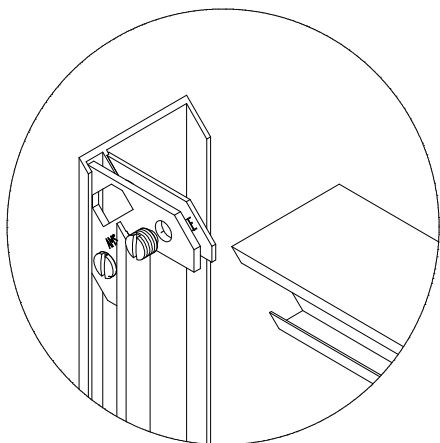

Figure 2.9a
2. Assemblez la garniture de la façade en fixant les coins à onglet à l'aide des goussets en coin. (Figure 2.9a)